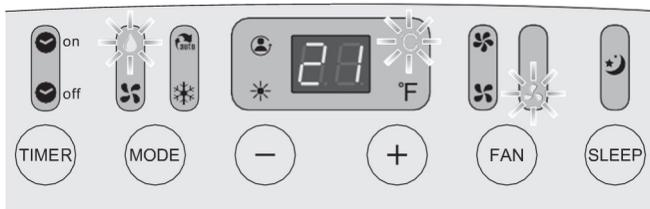

Bild 19: Beim Entfeuchten wird automatisch die kleinste Ventilatorstufe eingestellt.
5. Drücken Sie die Taste „Betriebsart“ so oft, bis im Symbol „Betriebsart“ der Tropfengrün leuchtet (siehe Bild 19).